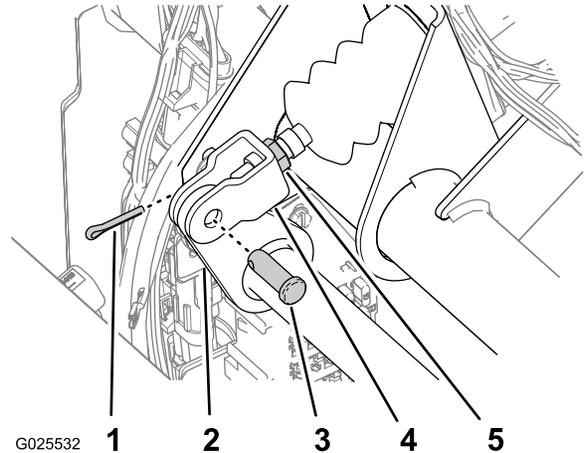

Figure 81
2. Retirez la goupille fendue et l'axe de chape qui fixe la chape du maître-cylindre au pivot de la pédale de frein (Figure 81).
4. Desserrez les écrous de blocage qui fixent la chape à l'arbre du maître-cylindre (Figure 81).
5. Réglez la chape jusqu'à ce que les trous soient alignés sur ceux du pivot de la pédale de frein (Figure 81).
6. Fixez la chape au pivot de la pédale au moyen de l'axe de chape et de la goupille fendue (Figure 81).
7. Serrez l'écrou de blocage qui fixe la chape à l'arbre du maître-cylindre (Figure 81).